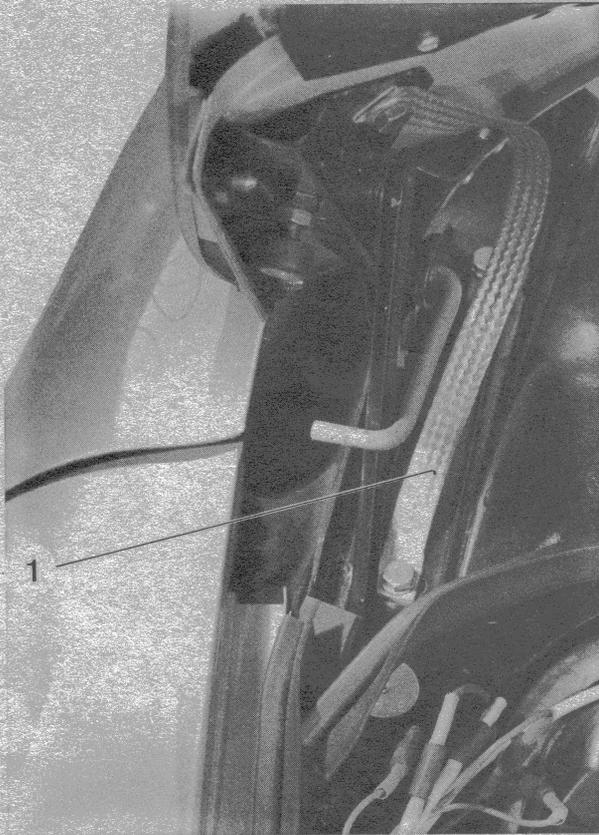

Fig. 3
d) **Sur le capot (fig. 3) :**